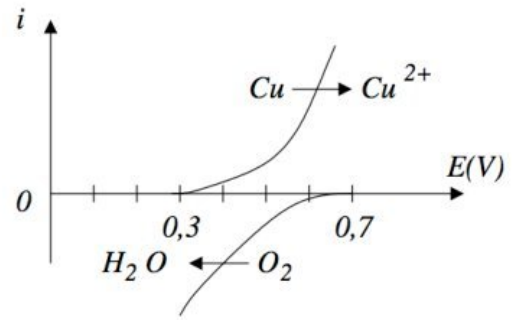

Figure 4 : courbes courant-potentiel des systèmes $\text{Cu}_{(s)} / \text{Cu}^{2+}$ et $\text{H}_2\text{O} / \text{O}_{2(g)}$.
5.3. Les courbes courant-potentiel des systèmes $\text{Cu}_{(s)} / \text{Cu}^{2+}$ et $\text{H}_2\text{O} / \text{O}_{2(g)}$ sont données ci-contre (figure 4). La corrosion du cuivre est lente. Expliquer cette faible vitesse à l'aide de ces courbes. Donner la valeur du potentiel mixte.